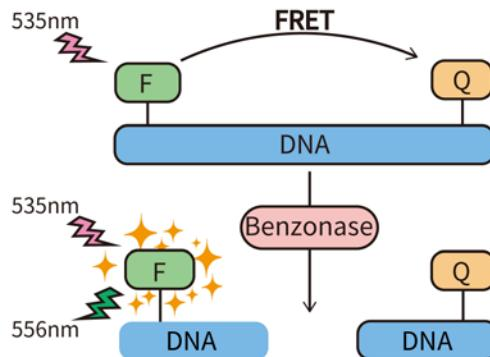

图1. 碧云天Benzonase核酸酶残留检测试剂盒检测原理图。
- Benzonase核酸酶残留检测试剂盒采用荧光共振能量转移(Fluorescence resonance energy transfer, FRET)的方法，其检测原理如图1所示。Benzonase底物(Benzonase Substrate)是一种合成的DNA寡核苷酸探针，其一端具有VIC荧光基团(Fluorophore)又称供体(Donor)，另一端具有BHQ1淬灭基团(Quencher)又称受体(Acceptor)。这两个基团的吸收光谱有一定的重叠，当这两个荧光基团间的距离合适时，荧光能量由供体向受体转移，导致供体荧光分子自身的荧光强度衰减。VIC和BHQ1被连接到Benzonase的底物两端。当该底物被Benzonase切割后，DNA底物的首尾两端分离，两个基团分开，VIC的荧光不再被BHQ1淬灭，即可检测到VIC的荧光，这样通过荧光检测就可以非常灵敏地检测Benzonase核酸酶活性。VIC的最大激发波长为535nm，最大发射波长为556nm。试剂盒内提供Benzonase标准品，可以通过设置标准曲线，计算出样品的Benzonase的残留量。